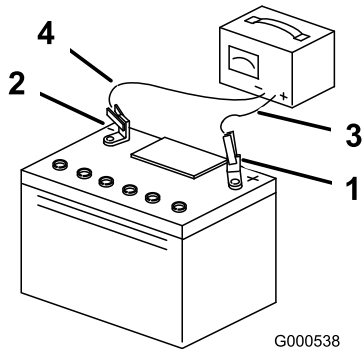

Figura 51
3. Quando a bateria estiver totalmente carregada, desligue o carregador da tomada elétrica e em seguida desligue os cabos do carregador dos bornes da bateria (Figura 51).